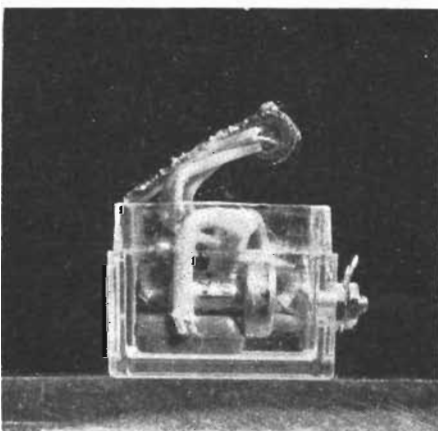

Fig. 5. På denna bild ser man i mitten lilla elektrolytkondensatorn C_3 .
Det ena lagret monteras mellan två lagerhållare, detalj (24), och det andra mellan två lagerhållare, detalj (23) och (24). Se fig. 5¹. I ena lagerhållaren, detalj (23), inlägges en stålkula i botten, som axeln får vila mot.